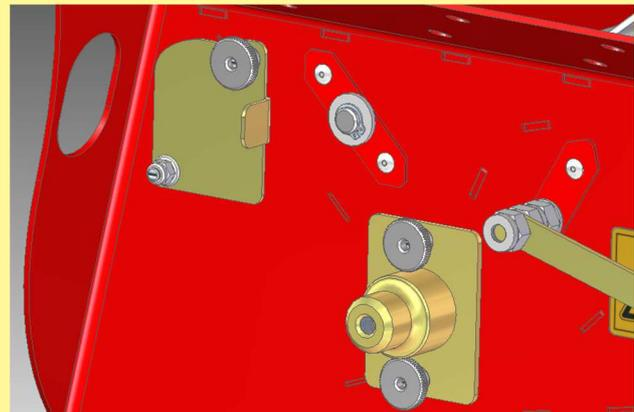

Figure 32
- Remontez les pièces démontées dans l'ordre inverse (Figure 32).